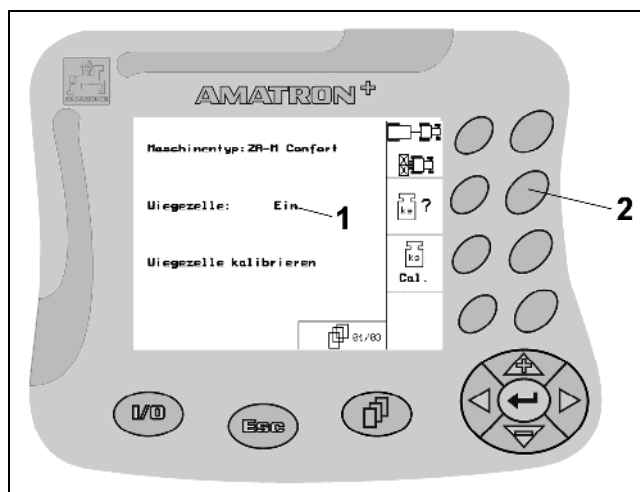

Fig. 15
- Accionar uma vez a tecla de função (Fig. 15/2)
➔ Função **activada** (Fig. 15/1).